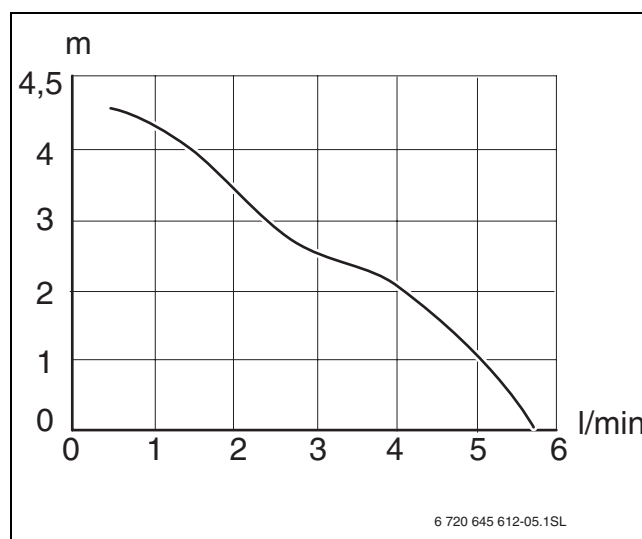
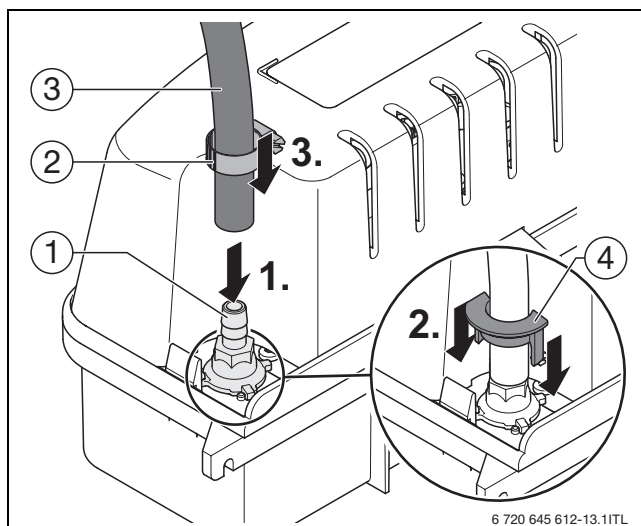
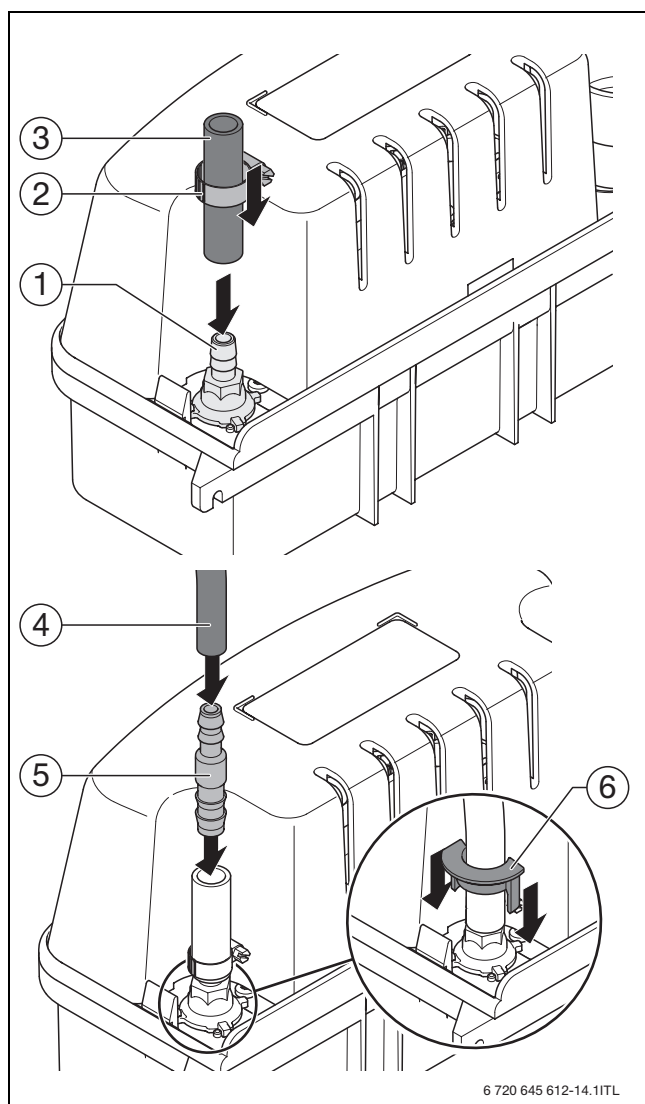
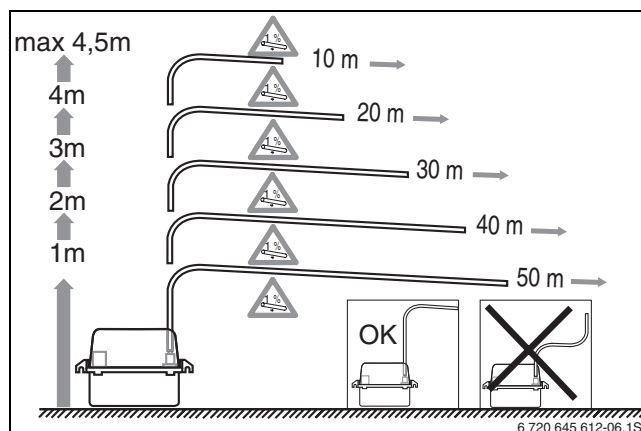

Fig. 3 Caudal bombeado (l/min) dependiendo de la altura de presión (m)
Fig. 8 Montar la manguera de salida
Fig. 9 Montar la manguera de salida con adaptador
Fig. 10 Montaje de la manguera de salida
- Tener en cuenta la altura máxima de presión de 4,5 m (→ fig. 3 y fig. 10).
- Respetar la colocación correcta de la manguera con un 1 % de inclinación (→ fig. 10).
- ▶ En caso de diferentes diámetros de manguera utilizar adaptador (→ fig. 9).
- Prestar atención a fig. 3, fig. 8, fig. 9 y fig. 10.